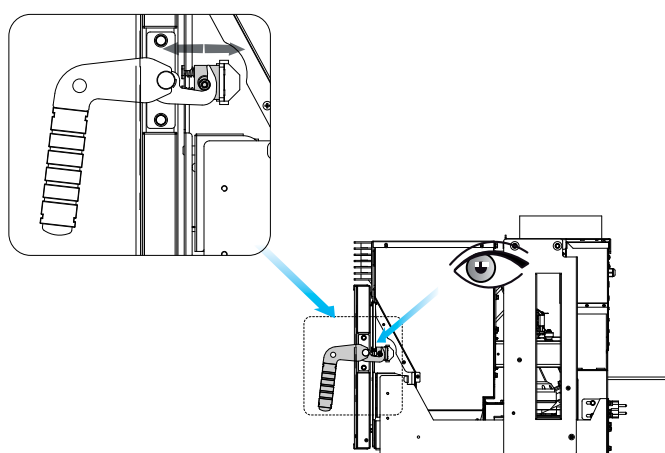

fig. 7.20
- O) Vérifiez le bon fonctionnement du ressort de verrouillage de la porte comme indiqué sur la fig. 7.20